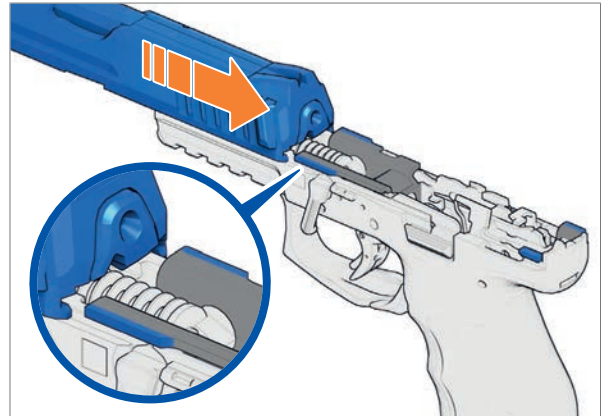

Abb. 70: Verschluss über die Führungsleisten schieben
5. Verschluss von oben auf das Griffstück setzen und über die Führungsleisten des Griffstücks schieben (Abb. 70).